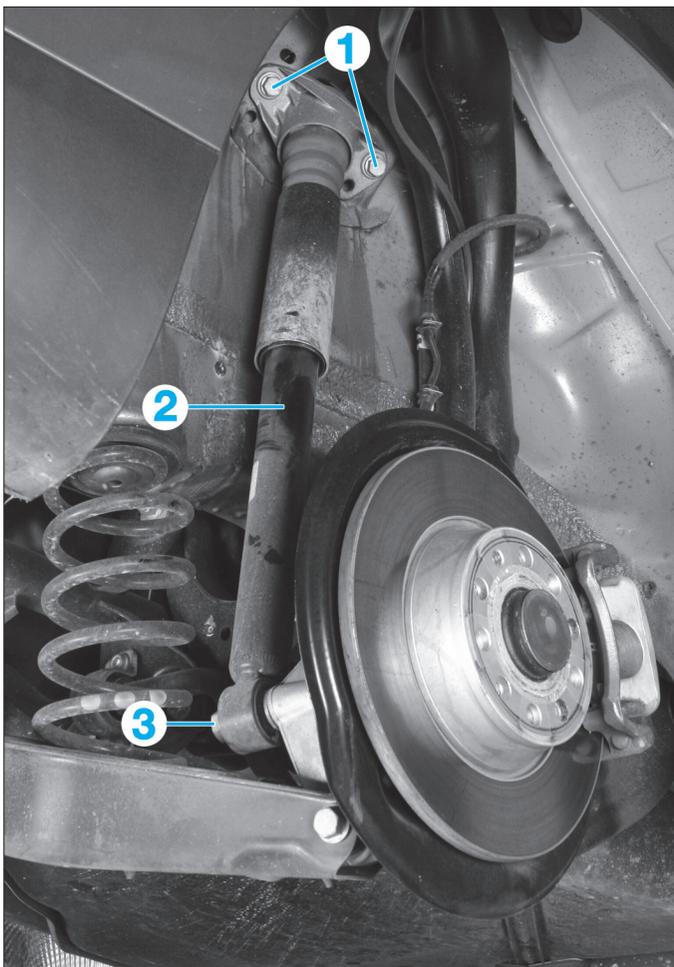

Fig. 13
- les vis de fixation supérieures (1) de l'amortisseur (2) (Fig.13),
- la vis de fixation inférieure (3) de l'amortisseur,